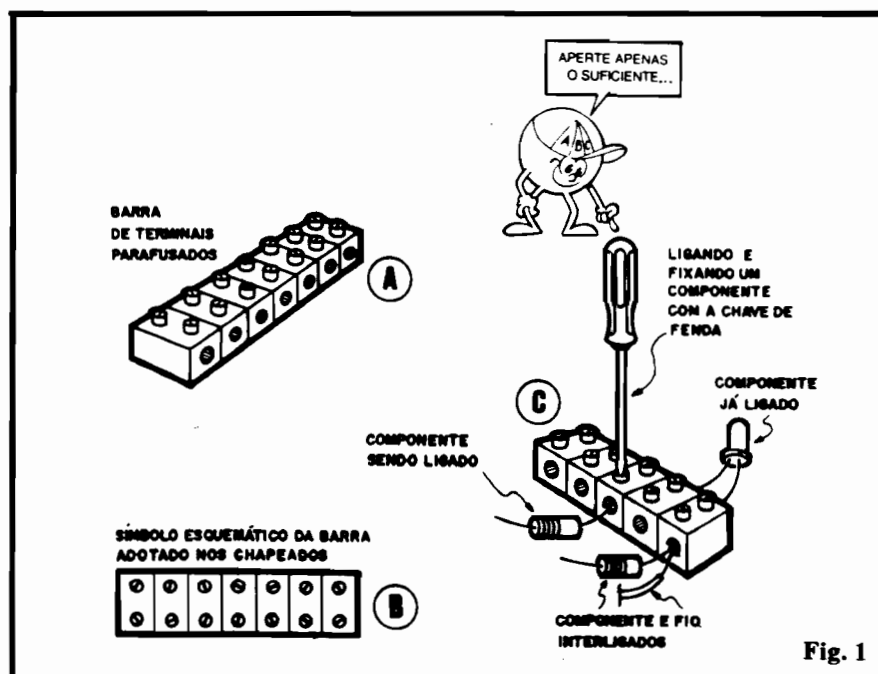

Fig. 1
- **FIG. 1-A** - A barra de terminais (muito fácil de ser encontrada em casas de materiais eletro-eletrônicos) apresenta normalmente 12 segmentos, em "fila", cada um formado por um miolo metálico perfurado (no qual são inseridos os fios ou terminais a serem interligados) e um par de parafusos pequenos, que "atravessam" verticalmente o miolo. Tais parafusos exercem a função dupla de fixar mecanicamente os fios ou terminais e, ao mesmo tempo, promover sua conexão elétrica. **ATENÇÃO:** embora a barra inteira apresente 12 segmentos, seu material estrutural é fácil de cortar (com canivete ou estilete), de modo a reduzir o tamanho (número de segmentos) da barra às conveniências específicas. Se o Leitor/Aluno precisar, numa montagem ou experiência, de uma barra com apenas 5 segmentos, poderá facilmente separar essa extensão, cortando-a da barra inteira... Essa barra é comercializada (na marca tradicional "Sindal") sob o nº de código "812", permitindo a inserção e conexão de "até 1 fio calibre 14", ou, naturalmente, de vários fios ou terminais de calibres inferiores (número AWG **maiores**...).
- **FIG. 1-B** - Para descomplicar os desenhos e as informações visuais, aqui em ABC, adotaremos a estilização mostrada na figura, quando a barra for usada nos "chapeados" da montagens e experiências. Eventualmente, os segmentos poderão (para facilitar o acompanhamento e a sequência de montagem...) ser **numerados**. Essa numeração, obviamente, será apenas referencial, já que a barra "verdadeira" **não tem** números de segmentos nela inscritos...
- **FIG. 1-C** - Detalhes de **como** fios e terminais de componentes devem ser ligados (interligados) através da barra. As pontas de fio devem estar desencapadas (removido o isolamento) e os terminais de componentes devem estar bem limpos (se estiverem oxidados, precisam ser previamente raspados com uma lâmina, até o metal se mostrar brilhante...). O procedimento para ligação é simples: